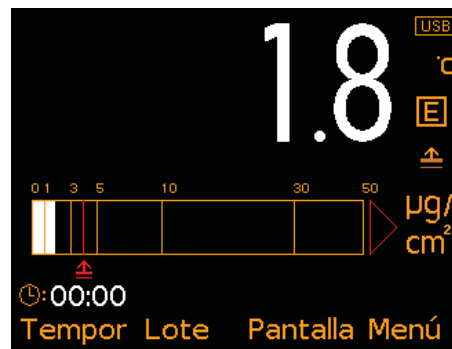

Fig. 4: Lecturas y Gráfico de barras
- **Gráfico de barras (Fig. 4)**; representación analógica del valor de medición actual junto con las lecturas máxima (Hi), mínima (Lo) y media (\bar{x}). El gráfico se actualiza automáticamente al tomar cada lectura.